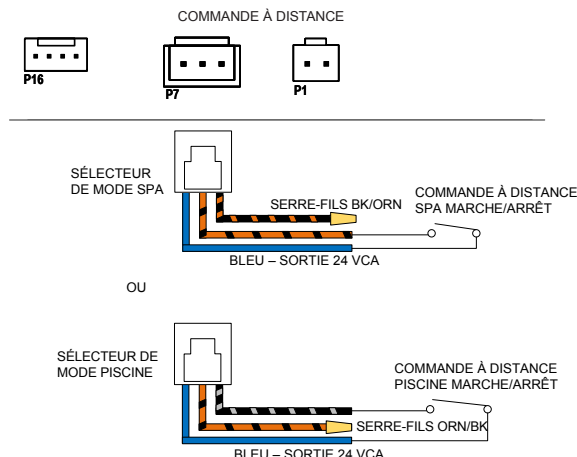

Figure 62. Installation du faisceau de la télécommande 2 fils
5. Sur le faisceau à 3 fils de la télécommande, connectez le fil BLEU d'un côté du contrôleur d'automatisation à distance et l'autre côté soit au fil ORANGE/NOIR pour le fonctionnement « SPA », soit au fil NOIR/ORANGE pour le fonctionnement « POOL ». Voir **Figure 62**.
7. Placez le faisceau de la commande à distance à 3 fils sur le connecteur « P7 » et mettez l'appareil en marche « ON » (MARCHE). Voir **Figure 62**.